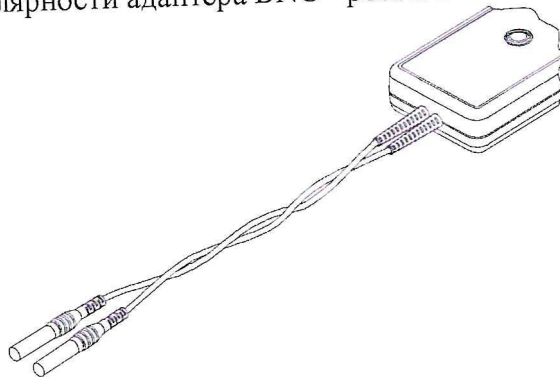

Рисунок 2
8.5.5 Скрутить входные провода пробника (см. рис. 2) и подключить оба контакта к выходу положительной полярности адаптера BNC - розетка.